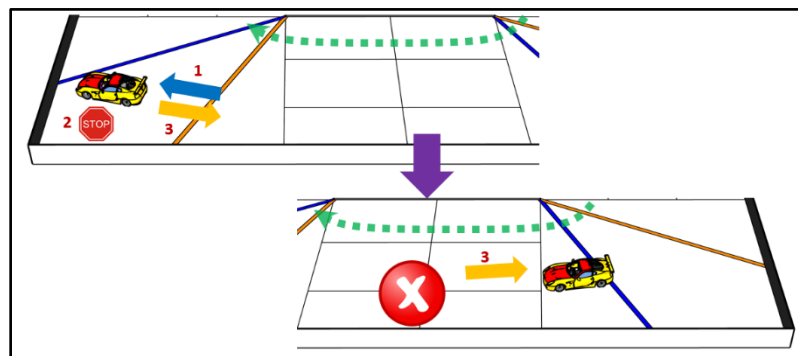

Bild 19: Roboter fährt mehr als 2 Abschnitte entgegen der Fahrtrichtung
- 9.5.5.** das Roboterauto über mehr als zwei Abschnitte **entgegen der Fahrtrichtung** gefahren ist (s. Bild 19)